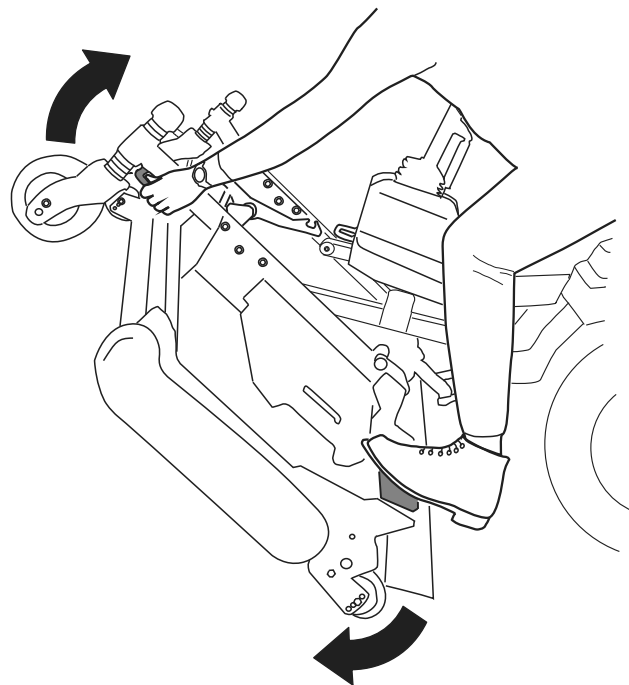
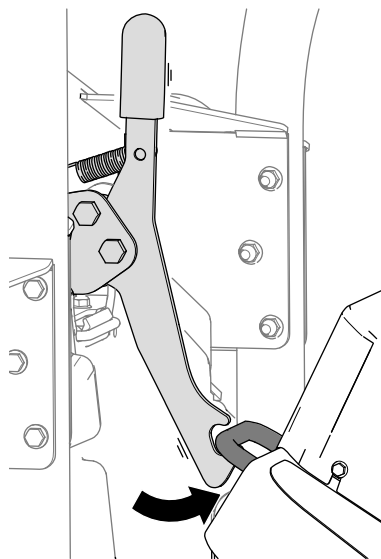
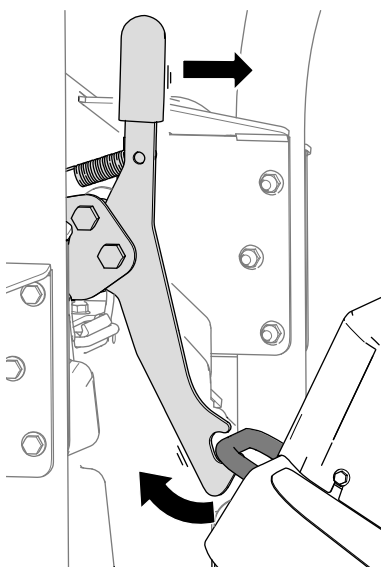

Figura 39
Figura 40
Figura 41
5. Rotiți unitatea de tăiere (Figura 39) astfel încât elementul de fixare să se cupleze în suportul de legare (Figura 40).
1. Eliberai elementul de fixare al unității de tăiere din suportul de legare (Figura 41) rotind unitatea de tăiere ușor în față (consultai Figura 39) și trăgând spre față mânerul elementului de fixare.